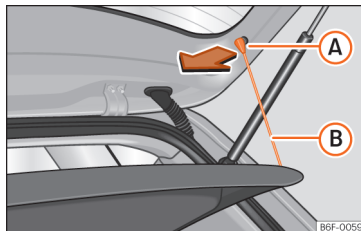

Abb. 143 Im Gepäckraum: Gepäckraumabdeckung aus- und einbauen.
- Hängen Sie die Haltebänder »» (Abb. 143) B aus den Aufnahmen A aus.
- Hängen Sie die Haltebänder »» (Abb. 143) B an der Heckklappe ein.